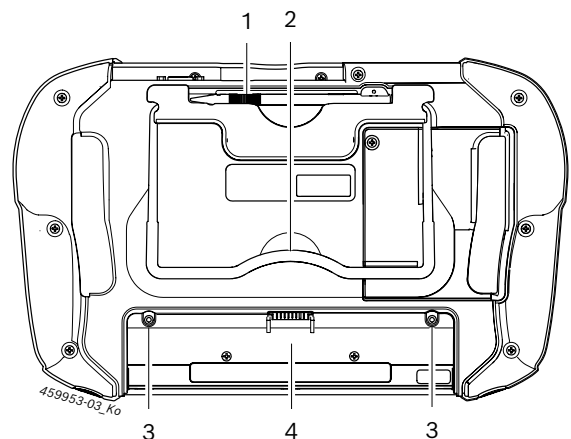

Fig. 3: Parte inferior del producto KTS 350
- Insertar la batería en el compartimiento de la batería y fijarla con los dos tornillos que se encuentran en la batería (véase fig. 3, pos. 3).